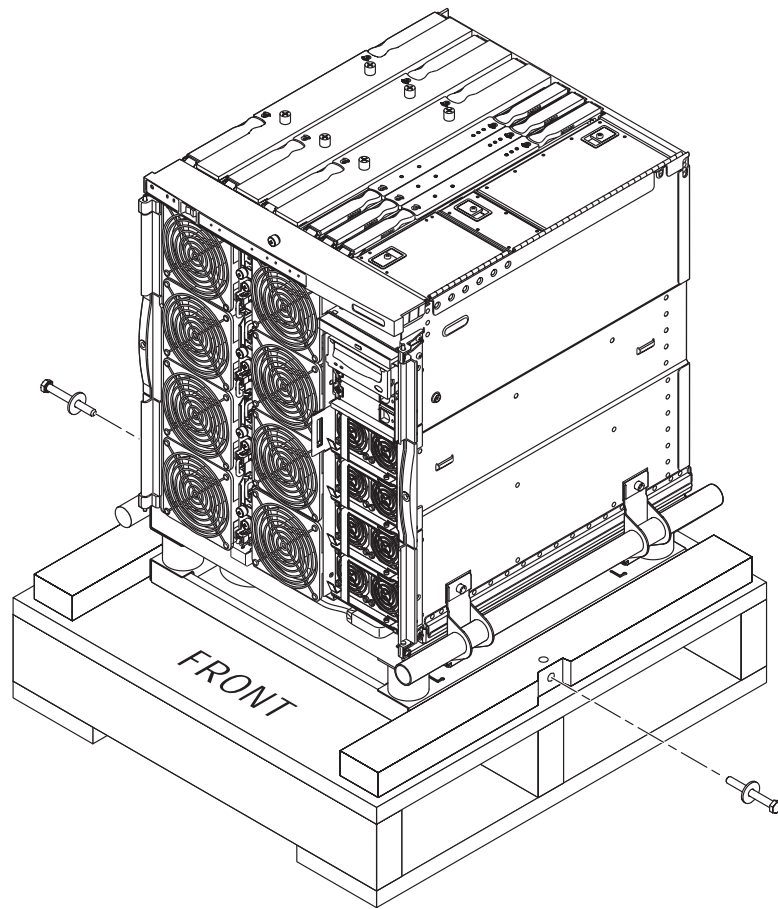

FIGURE 1-7 Retrait des boulons du berceau
2. Dévissez les boulons du berceau (FIGURE 1-7).